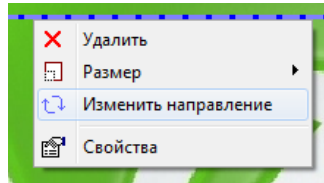
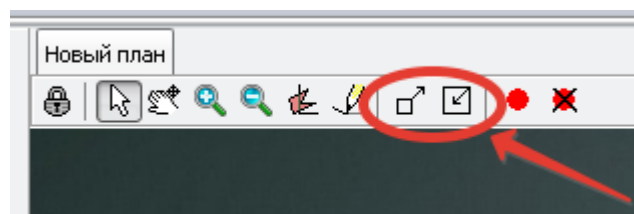

рис. 6 – Контекстное меню настройки периметра
рис. 8 - Кнопки изменения размера пиктограмм
- Начало и конец выделенной линии отображаются с помощью анимации – движущихся вдоль линии точек. Точки движутся от начала линии к концу. Поменять местами начало и конец выделенной линии периметра можно с помощью пункта меню «Изменить направление» (рис. 6).
- Увеличить или уменьшить размер точек, отображающих место тревоги, можно с помощью пункта меню «Размер» (рис. 6) или кнопок «Увеличить пиктограмму» и «Уменьшить пиктограмму» (рис. 8). Размер точек регулируется отдельно для каждой линии периметра.